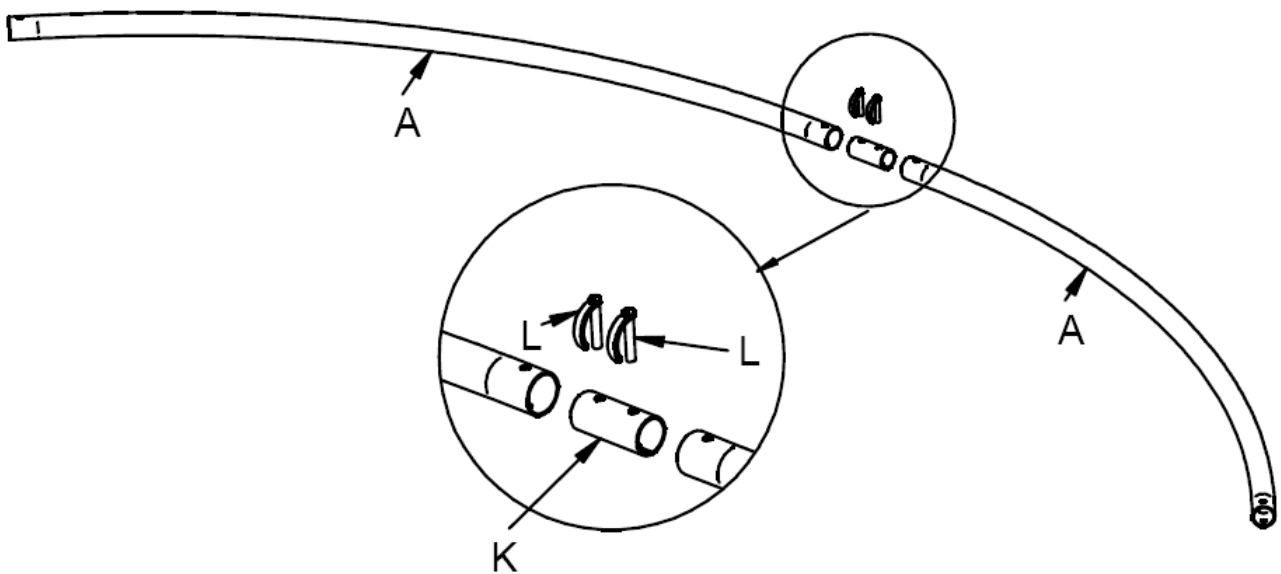
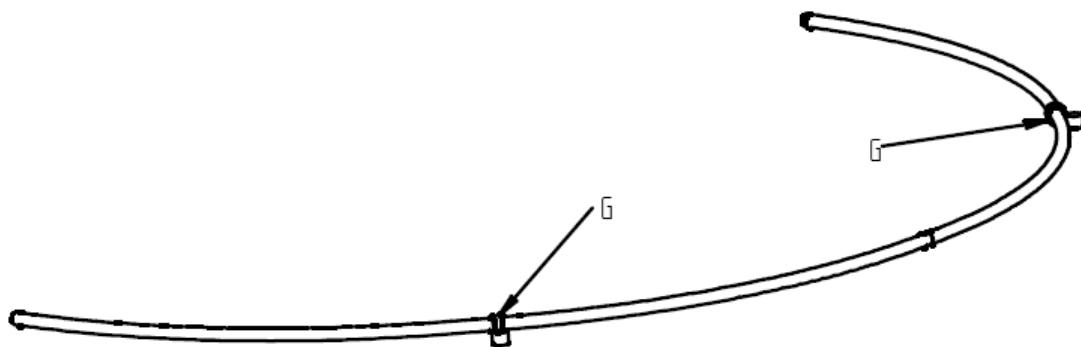

Abbildung 1.
Abbildung 2.
Das Verbindungsstück (K) wird in den Bügel eingeschoben und gegenseitige Stellung der Montageöffnungen ist mit dem Stift (L) zu sichern. Bei der Montage wird empfohlen, die in sich einzuschiebende Aluminiumteile mit Vaseline oder einem anderen Schmiermittel leicht zu schmieren, damit sie sich gegenseitig nicht verreiben. Für gegenseitiges Zentrieren der Löcher für Stifte (L) setzen Sie den mitgelieferten Zentrierdorn ein. Auf das Verbindungsstück wird ein weiterer Bügel aufgesetzt und ebenfalls mit dem Stift gesichert. Beide Stifte werden von einer Seite des Verbindungsstücks montiert und Kunststoffteile der Stifte (sog. Stiftnasen) sollen in die Krümmung der Bügel hinein (Abb.1) gerichtet sein. Auf diese Art werden **zwei** Halbbügel zusammengesetzt. Bei der Montage des Bügels, der nicht aufgeklappt, sondern fest im Boden verankert wird, ist in der Verbindung des ersten und zweiten Segmentes und dritten und vierten Segmentes des Halbbügels zwischen den Stiften ein Teil der Verankerung (G) einzusetzen (Abb. 2). Es sind insgesamt zwei Verankerungen vorhanden. Bei der Montage des zweiten, als Aufklappteil der Bedachung dienenden Bügels wird nur ein Kunststoffteil der Verankerung, und zwar zwischen den zweiten und dritten Segment des Halbbügels eingesetzt.
Der untere Rahmen der Bedachung wird am gesamten Umfang mit Verankerungselementen (G) versehen, siehe Abbildung 2.